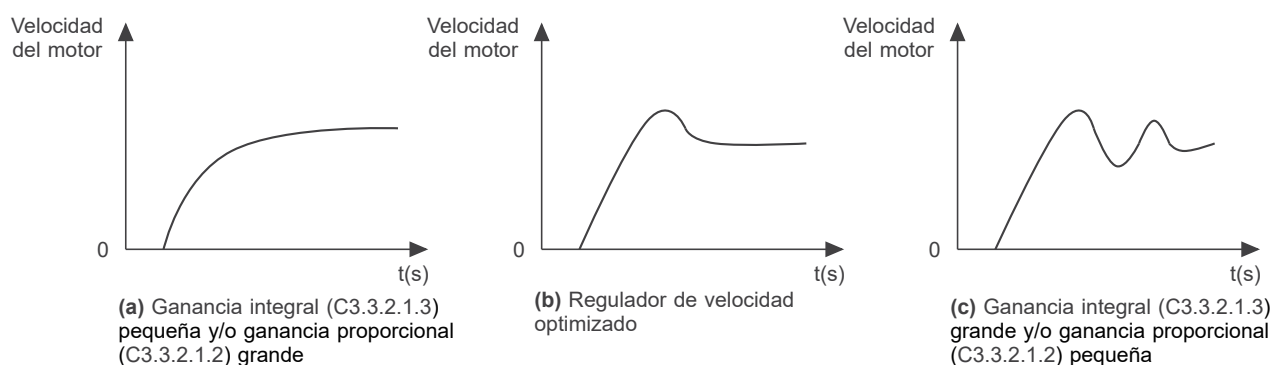

Figura 11.10: (a), (b) y (c) - Tipo de respuestas del regulador de velocidad
6. Verifique entre las opciones de la Figura 11.10 en la pagina 11-27 qué forma de onda que representa mejor la señal leída.
7. Ajuste C3.3.2.1.2 y C3.3.2.1.3 en función del tipo de respuesta presentada en la Figura 11.10 en la pagina 11-27.